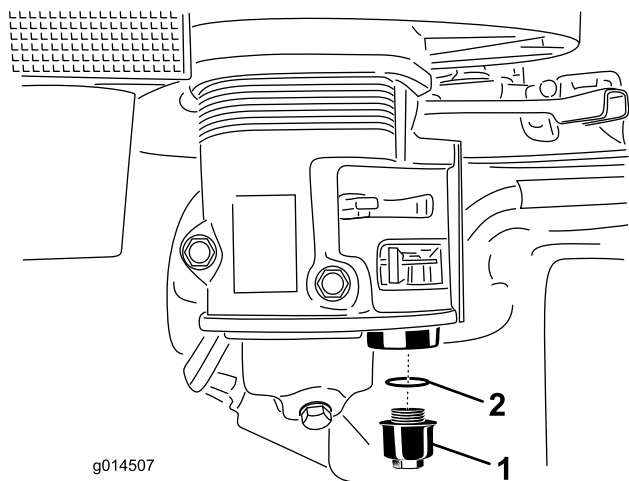

Figure 16
- Dévissez la cuvette de décantation. Attention à ne pas perdre le joint torique (Figure 16).